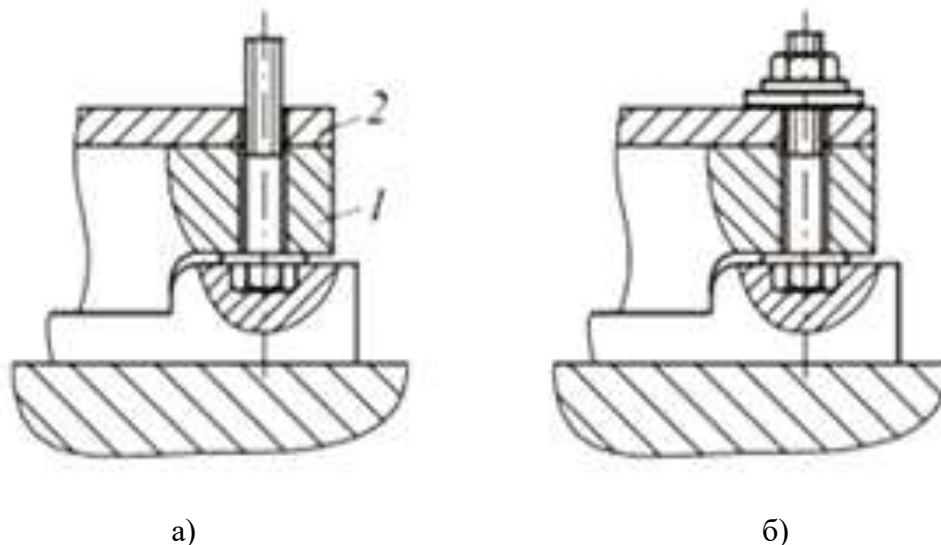

Рисунок 7. Сборка болтовых соединений
- 1). стыкуют собираемые детали, совмещая отверстия, в которые вставляют болт (рис.7, а);
- 2). устанавливают на болт шайбу и вручную навинчивают гайку (рис.7,б).;